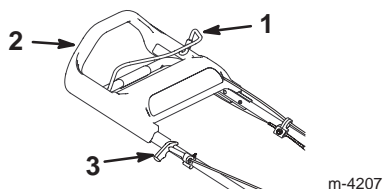

Figure 9
La poignée du lanceur et la barre de commande de la lame se trouvent sur la partie supérieure du mancheron, comme illustré à la Figure 9.
4. Tirez lentement la poignée du lanceur jusqu'à ce que vous sentiez une résistance, puis tirez vigoureusement (Fig. 9). Laissez le lanceur se rétracter lentement jusqu'à la poignée.